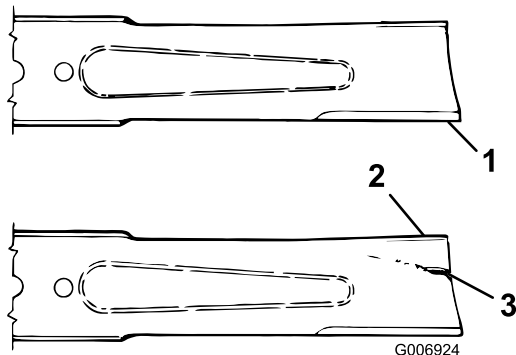

図 17
3. ブレードの切っ先を注意深く観察、特に、直線部と曲線部が交わる部分をよく観察する 図 17。
4. 磨耗が進んでいる場合 図 17 には、ブレードを交換する **ブレード回転面の管理 (ページ 11)** を参照。
ブレードの磨耗を放置すると、ブレードのセール部と平坦部との間に割れ目が発生する【図 17】。この割れ目が拡大すると、最終的にはブレードがちぎれてハウジングの下から飛び出し、これがオペレータや周囲の人に重大な人身事故となる。